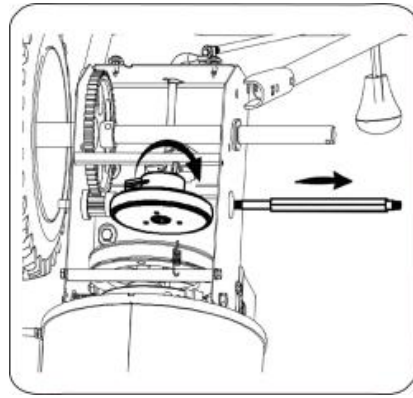

Рисунок 33
**ПРИМЕЧАНИЕ:** Если проводится замена фрикционного колеса в сборе, утилизировать изношенную деталь и надеть новое колесо на шестигранный вал. Либо, выполнить указанные выше действия для фрикционного колеса и заменить только резиновое кольцо следующим образом (см. рис. 33).